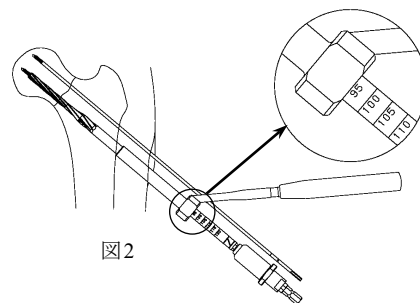

図 2
- 2) リーマースリーブを介して、ステップリーマーにてガイドピンが骨頭を貫通しないようイメージインテンシファイヤー（X 線透視）で確認しながら、骨頭軟骨下骨直下約 10mm 手前までリーミングします。リーマースリーブ先端が確実に骨面に接触した状態で目盛りを読み取ります。（図 2）